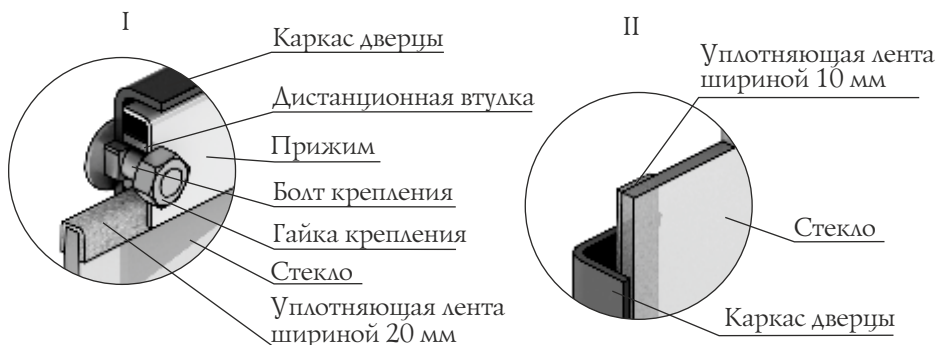

Рисунок 10. Крепление светорозрачного экрана дверцы модели «Люмина»
1. Открутите две гайки, фиксирующие прижим (рисунок 10.I), и демонтируйте его и дистанционные втулки.
3. Возьмите новое стекло, если на нем нет уплотняющих лент, наклейте их: лента шириной 20 мм наклеивается сверху и снизу стекла «П»-образно (рисунок 10.I), лента шириной 10 мм наклеивается вертикально, вдоль боковых сторон стекла (рисунок 10.II).
4. Вставить стекло в упор, при этом лента наклеенная с боковых сторон (вертикальная) должна быть зажата между стеклом и каркасом двери (рисунок 10.II).